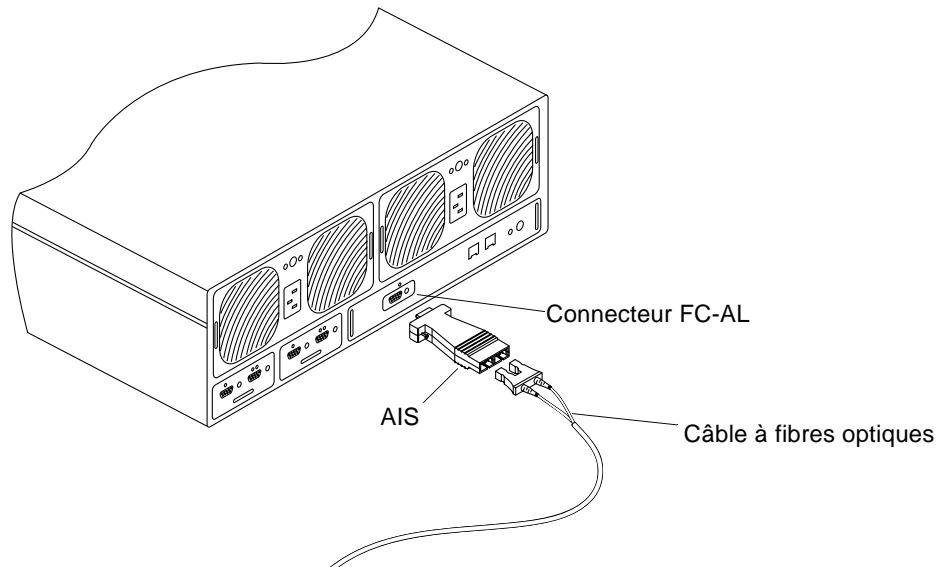

FIGURE 2-6 Branchement du câble à fibres optiques et de l'AIS au connecteur FC-AL sur une baie de disques Sun StorEdge T3
- Pour un Sun StorEdge T3, utilisez un AIS pour brancher le câble à fibres optiques à l'interface FC-AL sur la carte contrôleur (FIGURE 2-6).